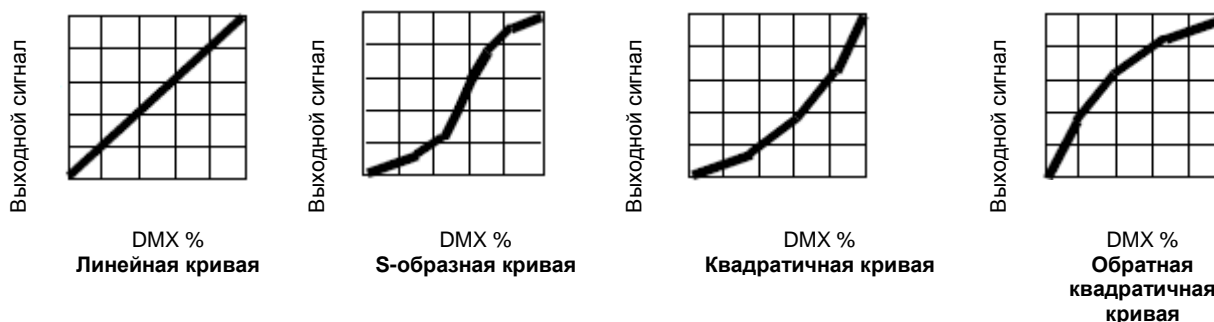

Рисунок 5: Варианты кривой диммирования
- В меню **DIMMER CURVE (КРИВАЯ ДИММИРОВАНИЯ)** приведены четыре варианта диммирования (см. Рисунок 5):